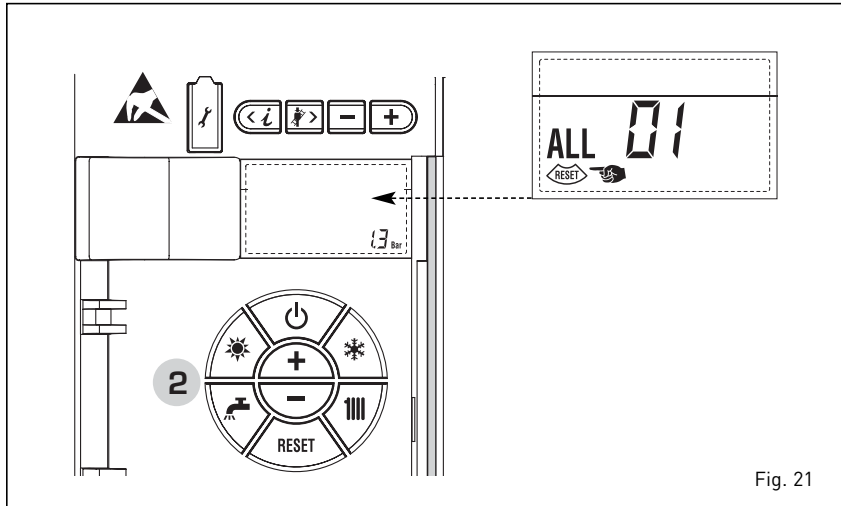

Fig. 21
- **FLUE TEMPERATURE ALARM 01 (fig. 21)**